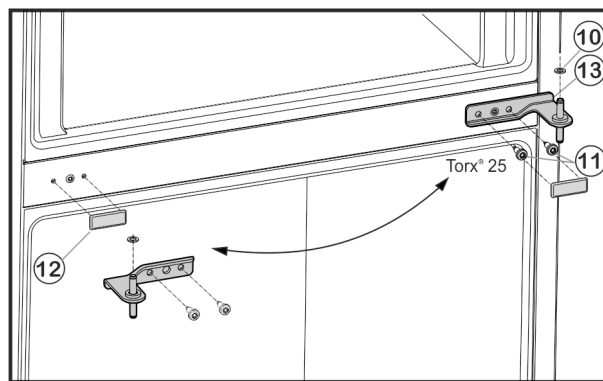

Fig. 6
- ▶ Развийте закрепващите винтове Fig. 6 (11) (2 x Torx® 25) и извадете средната лагерна опора от долната врата.
- ▶ Свалете пластмасовия диск Fig. 6 (10).
- ▶ Изтеглете внимателно капака Fig. 6 (12).
- ▶ Поставете капака Fig. 6 (12) отново на срещуположната страна.
- ▶ Поставете средната лагерна опора Fig. 6 (13), завъртяна на 180° в долната врата и я завийте със закрепуващите винтове Fig. 6 (11) (2 x Torx® 25) върху новата шарнирна страна (с 4 Nm).
- ▶ Поставете отново пластмасовия диск Fig. 6 (10).
- ▶ Поставете горната врата върху лагерната опора в средата Fig. 6 (13).